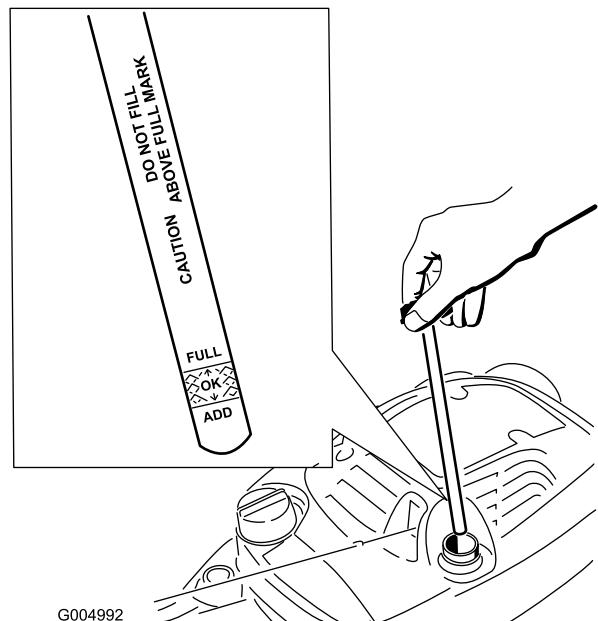

Figure 12
1. Retirez la jauge, essuyez-la sur un chiffon et remettez-la dans le goulot de remplissage (Figure 12).
2. Sortez de nouveau la jauge et contrôlez le niveau d'huile (Figure 12). Si le niveau n'atteint pas le repère minimum (**Add**) de la jauge, versez **lentement** suffisamment d'huile dans le goulot de remplissage pour faire monter le niveau au repère maximum (**Full**). **Ne remplissez pas excessivement.** (Remplissage max. : 0,59 l (20 onces), type : huile détergente SAE 30W de classe de service API SF, SG, SH, SJ, SL ou supérieure.